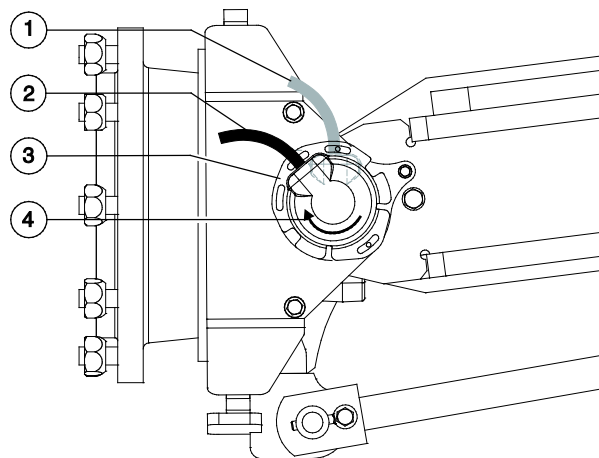

Ilustración 2
- 4 Coloque el nuevo conjunto del sensor de dirección sobre el pasador activador del sensor con el cable del sensor en ángulo hacia el neumático. Vea la ilustración 2.
- 6 Gire la carcasa del sensor hacia la derecha hasta que el cable del sensor apunte en dirección opuesta a la máquina. Vea la ilustración 2.
- 12 Gire la carcasa del sensor hacia la derecha hasta que el cable del sensor apunte en dirección opuesta a la máquina. Vea la ilustración 2.